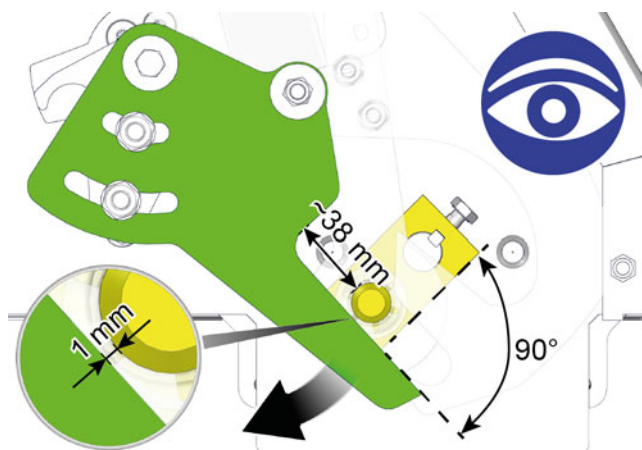
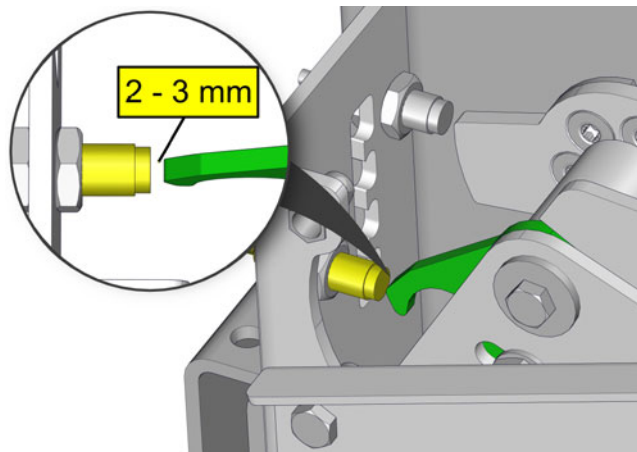

Fig. 8-16: Contrôle de la distance
Fig. 8-21: Écart correct
En cas de lenteur, le message d'erreur "L'entraînement pour le nettoyage de l'échangeur de chaleur est bloqué" apparaît. Pour remédier à ce problème, vérifiez l'état des turbulateurs et référez-vous aux instructions d'entretien. Contrôlez également le réglage du nettoyage de l'échangeur, voir Fig. 8-16: "Contrôle de la distance". Il se peut que le capteur de position délivre des valeurs erronées en raison d'une distance de mesure incorrecte, voir Fig. 8-21: "Écart correct". Dans le cas où aucune cause de panne n'a été trouvée, veuillez contacter le service après-vente ETA.
3. Tournez la manivelle manuellement jusqu'à atteindre le point mort inférieur. Celui-ci est atteint lorsque la manivelle est à 90° par rapport à la surface de déplacement du levier (voir graphique Fig. 8-16: "Contrôle de la distance"). Pour le contrôle, la distance peut aussi être vérifiée, voir le graphique Fig. 8-16: "Contrôle de la distance".